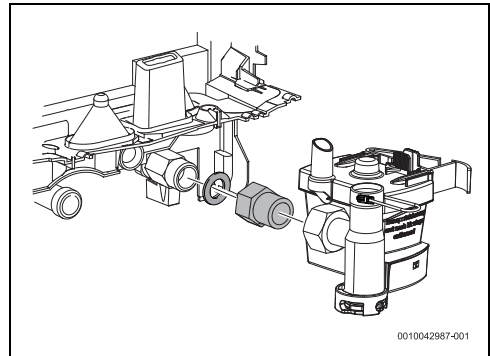

Bild 30 Zusätzliche Buchse
- ▶ Zusätzliche Buchse anbringen, um die ordnungsgemäße Installation des Aquastop-Systems zu ermöglichen (Bild 30).